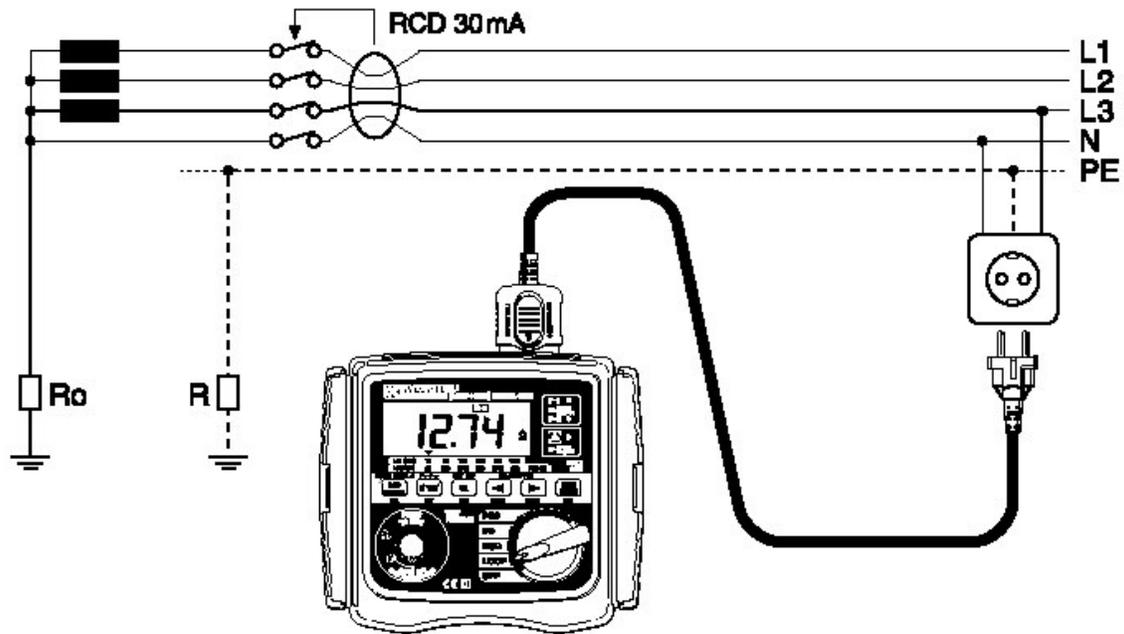

Fig.11
- (2) Connectez le cordon à l'objet à tester.(Fig.11,12,13,14)
- (3) Vérifiez si les diodes P- E et P- N sont allumées et que la diode de mauvais câblage est éteinte. Si tel n'est pas le cas, déconnectez le testeur et vérifiez le câblage.